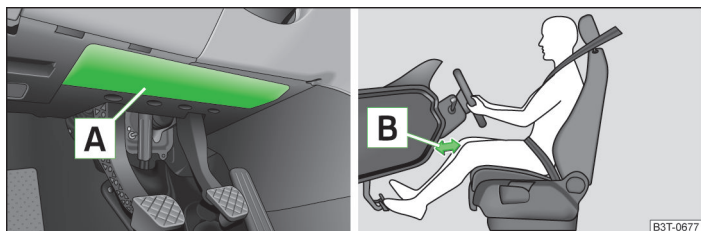

Fig. 156 Airbagul pentru genunchi de sub coloana de direcție
Airbagul pentru genunchi al șoferului **A** este montat în partea inferioară a planșei de bord, sub coloana de direcție » fig. 156.
- Reglați longitudinal scaunul șoferului în așa fel, încât distanța de la picioare **B** la planșa de bord să fie de minim 10 cm în zona airbagului pentru genunchi » fig. 156. Dacă, din rațiuni de mărime corporală, nu este posibil să se îndeplinească această condiție, adresați-vă unei unități service specializate.